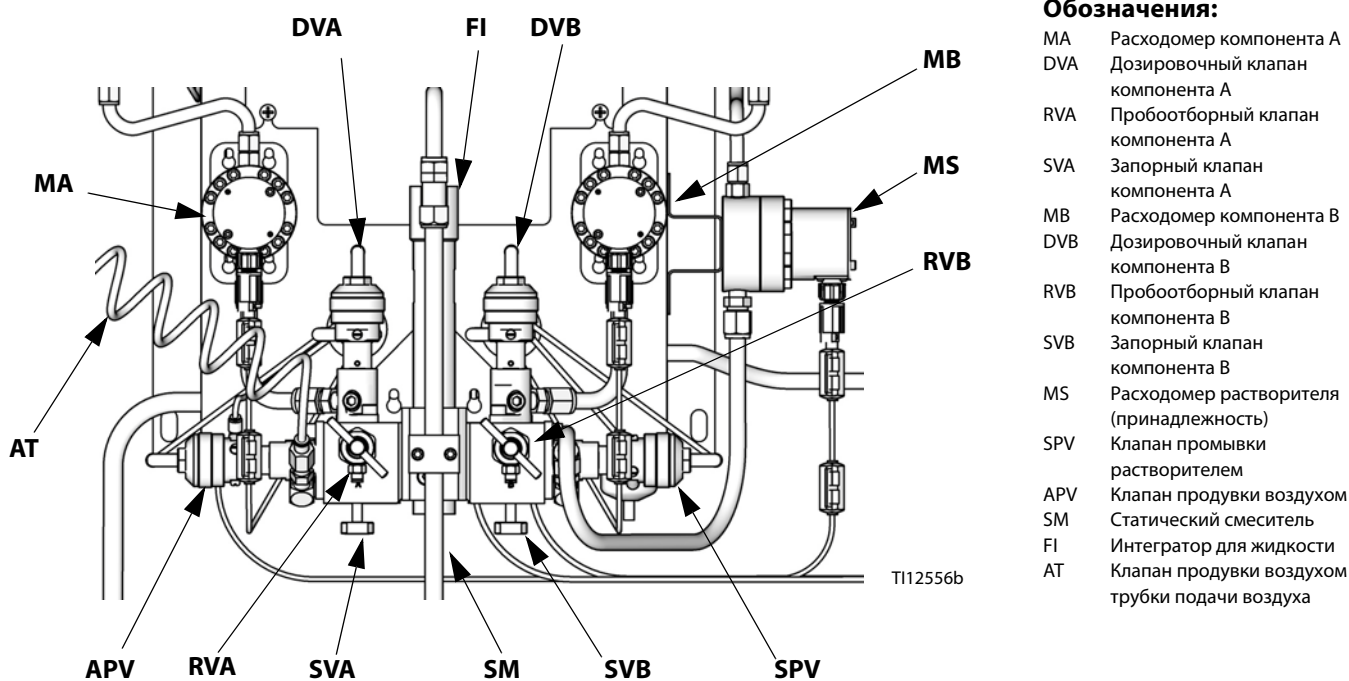

Рис. 3. Настенная жидкостная станция
4. Перекройте подачу жидкости к клапану промывки растворителем (SPV) и подачу воздуха к клапану продувки воздухом (APV), см. Рис. 3.
2. Закройте запорный клапан контура А (SVA), см. Рис. 3. Откройте пробоотборный клапан контура А (RVA).
8. Откройте запорный клапан контура А (SVA), см. Рис. 3. Закройте пробоотборный клапан контура А (RVA).